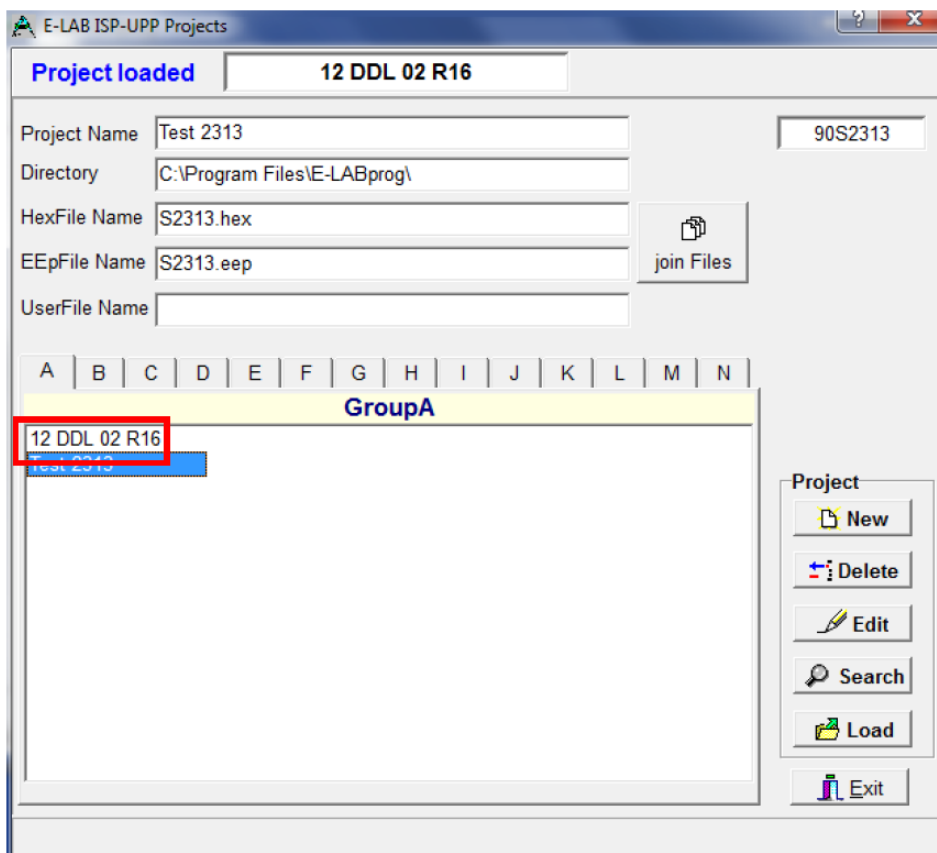

Рисунок 8
2.2.6 Файл встроенного ПО теперь загружен в программное обеспечение E-LAB ISP-ICP (рисунок 8).